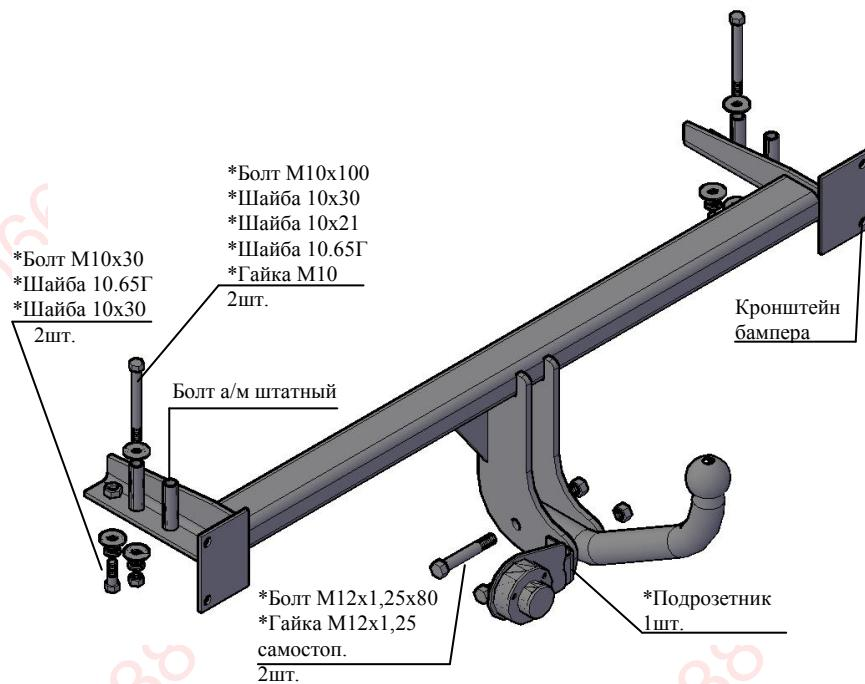

Рис.1 Тягово-сцепное устройство 9420
2.1 ТСУ 9420 в сборе (рис.1)
2.2. Пакет комплектующих (рис.1)